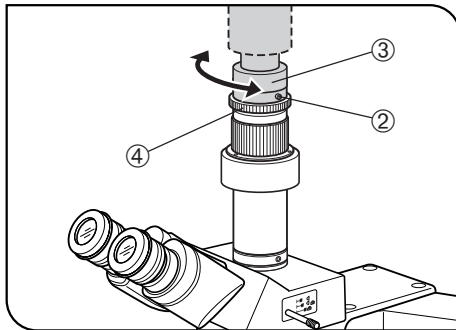

Fig. 6
2. Cuando se utiliza el adaptador de la cámara de tipo lente de aumento: Afloje el tornillo de sujeción ② de la parte superior de la lente del zoom, gire el adaptador del soporte de la cámara ③ y el anillo de enfoque ④ juntos, y apriete el tornillo ② de nuevo. (Fig. 6).